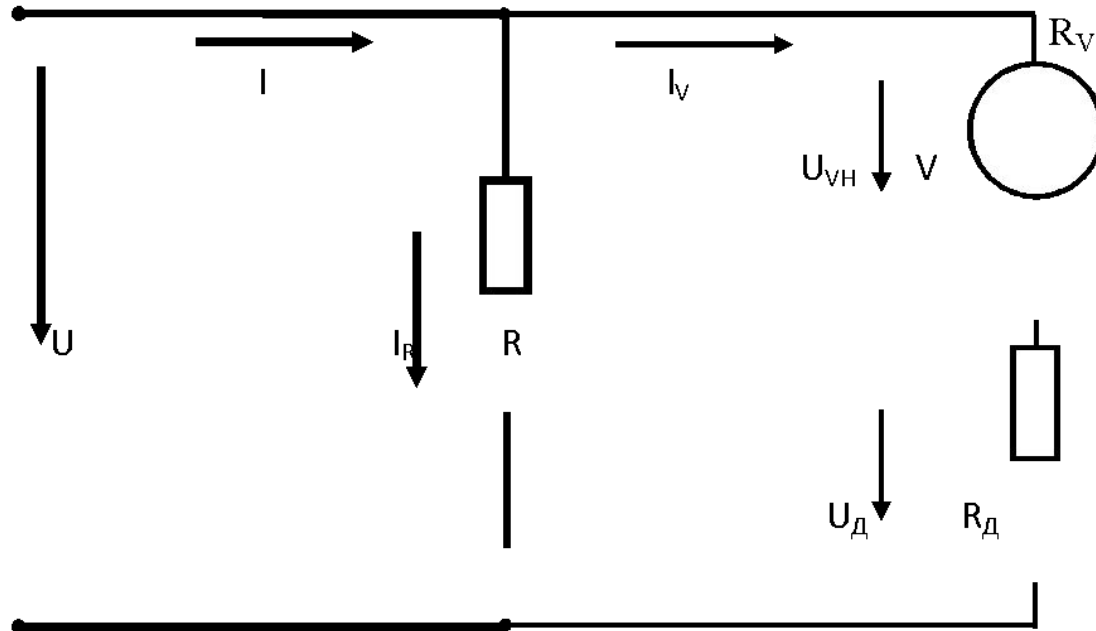

Рис. 6. Схема включения добавочного сопротивления R_D к вольтметру V .
- Для измерения величины напряжения на любом участке электрической цепи параллельно к нему включают вольтметр V , считая, что $R_{\text{д}}$ отсутствует в цепи (рис. 6). Параллельное включение вольтметра V в измеряемую цепь обусловлено тем, что его внутреннее сопротивление R_V очень большое (в идеале $R_V = \infty$). Следовательно, наличие его в цепи никак не сказывается на истинном значении измеряемого напряжения U (ток, протекающий через вольтметр $I_V = 0$), следовательно,
- Для расширения предела измерения вольтметра V в цепях напряжением до 500 В обычно применяют добавочное сопротивление $R_{д}$, включенное последовательно с обмоткой вольтметра V . (Рис. 6) По ГОСТу добавочные сопротивления изготавливают на номинальные токи $0,02 \div 30 \text{ мА}$, которые не должны превышать максимально допустимого тока прибора, равного $I_{V} = \frac{U_{V}}{R_{V}}$.